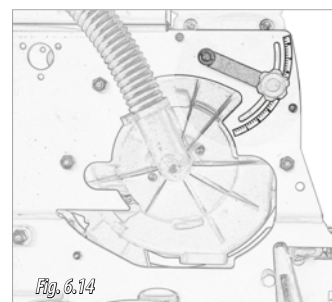

Fig. 6.14
4. Regular la posición de la palanca del selector (Fig. 6.14) según la verificación en la distribución de semilla en el disco. Para una regulación correcta véase la figura 6.15.